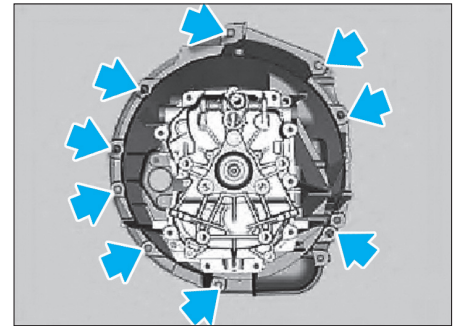

Fig. 15
- Déposer les vis (flèches) puis la boîte de vitesses (Fig.15).